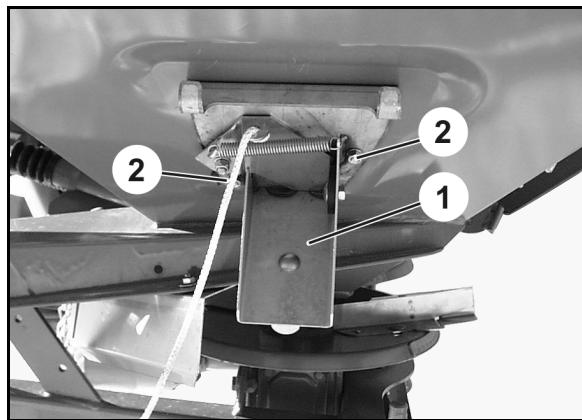

Рис. 42
2. Установите выпускной жёлоб (Рис. 42/1) с помощью болтов крепления (Рис. 42/2).